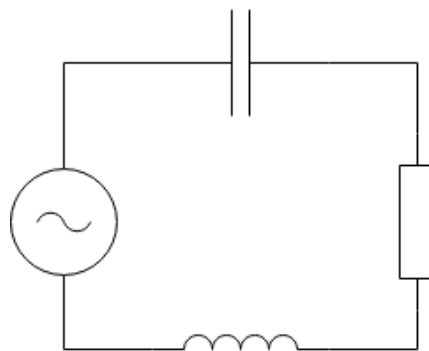

Рис. 1
Рассмотрим электрическую схему на рис. 1, в которой последовательно соединенные конденсатор, резистор и катушка индуктивности подключены к генератору переменного напряжения:
Полное сопротивление  $Z$  цепи, изображенной на рис. 1, определяется формулой:
1. Соберите на монтажном столе схему, показанную на рис. 1, предварительно выбрав значения параметров элементов следующими: